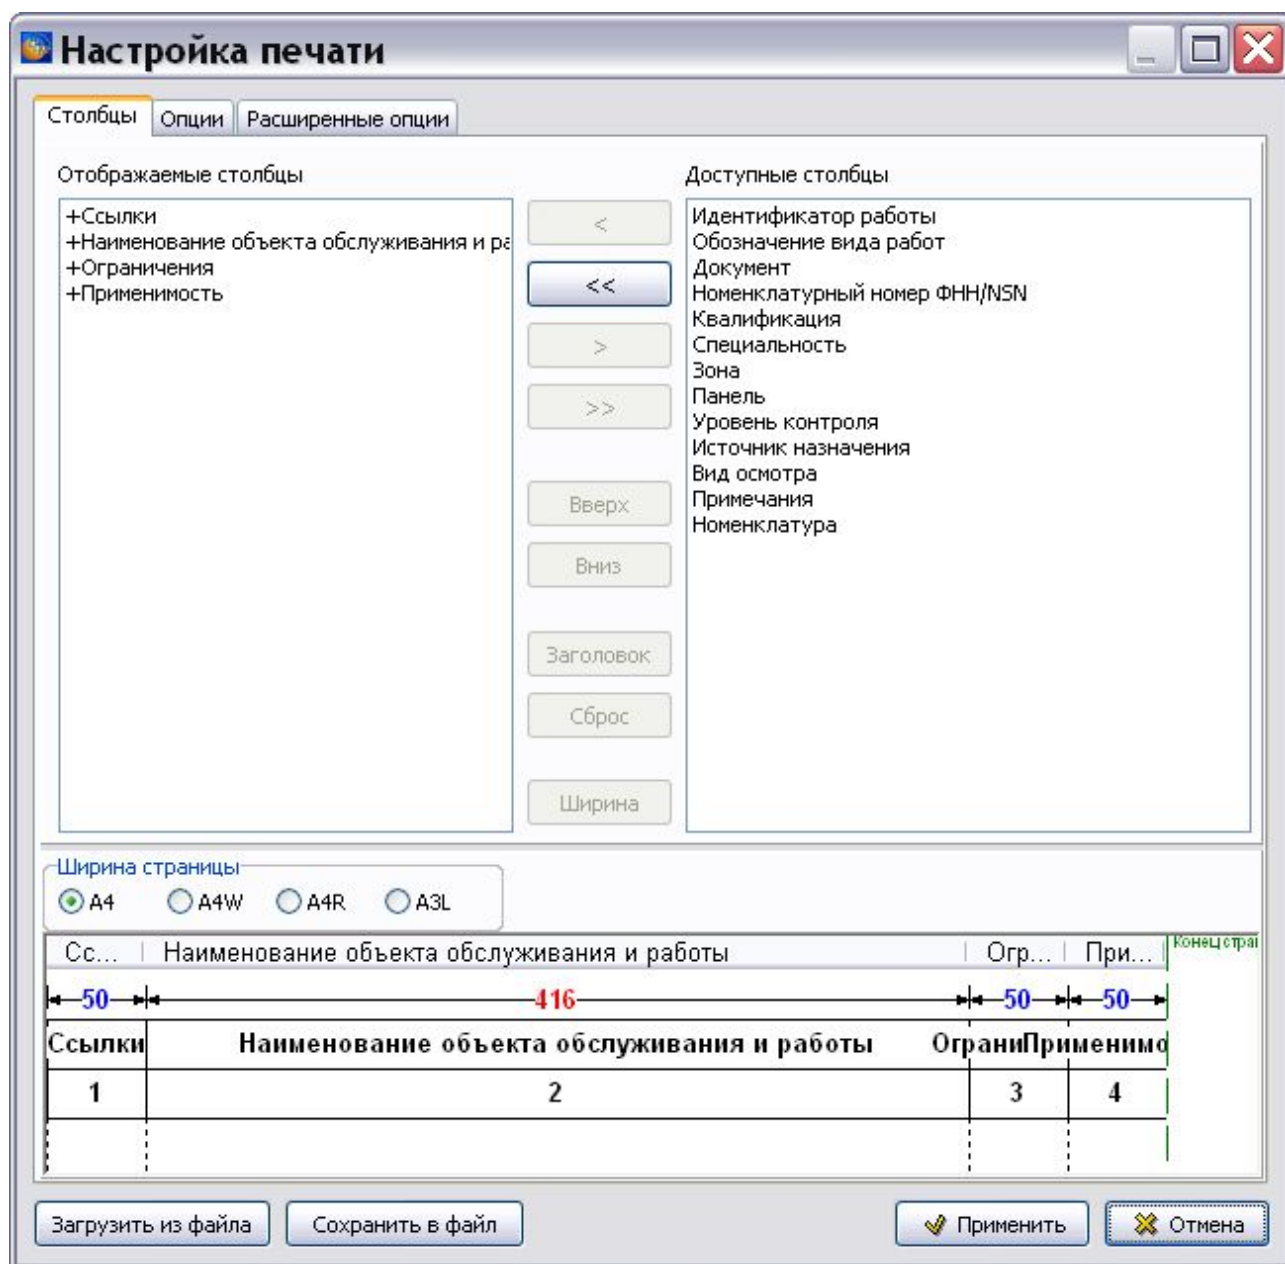

Рис. 7.65
- При выборе пункта **Настройки печати из модуля данных...** можно установить настройки, отличные от заданных в шаблоне документа. Настройки создаются в диалоговом окне **Настройка печати** на вкладках «Столбцы», «Опции» и «Расширенные опции» (Рис. 7.65).